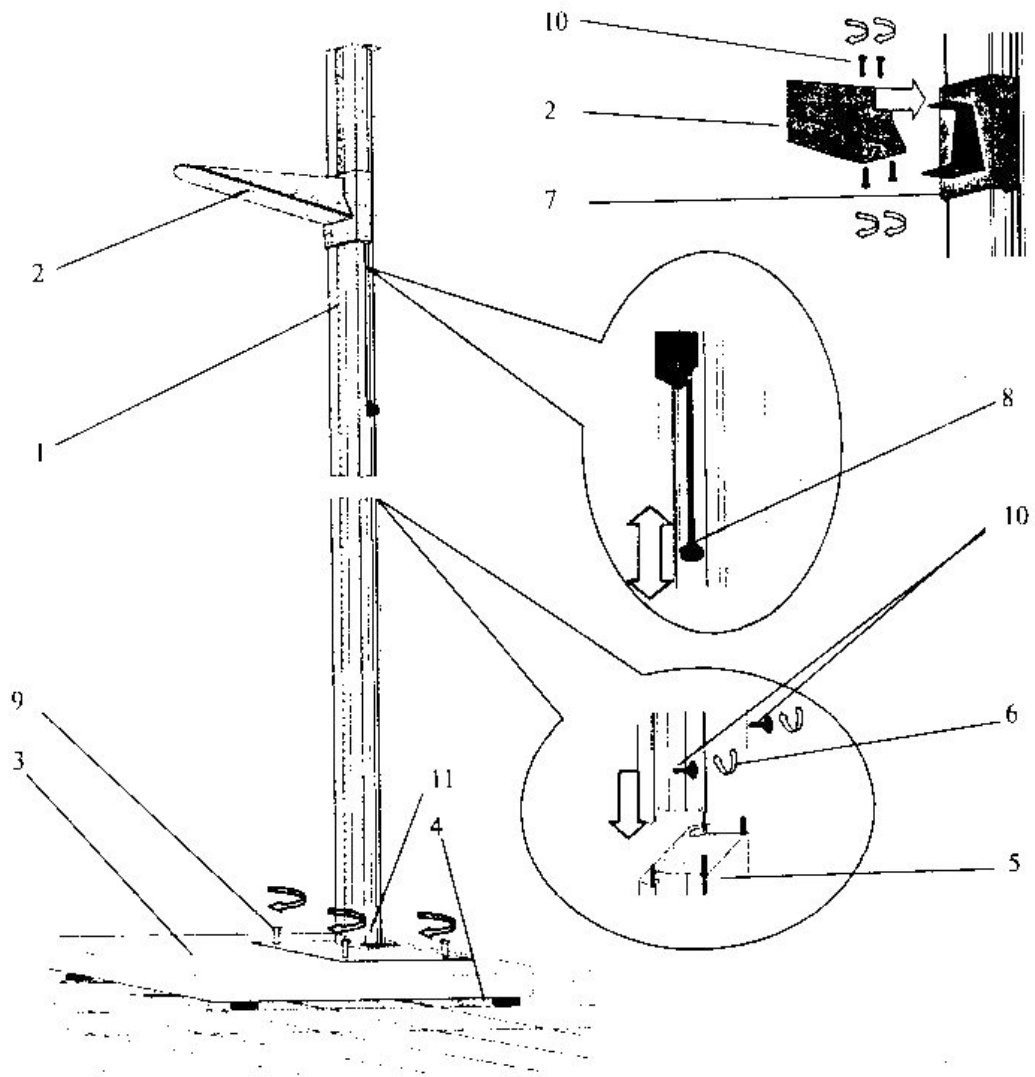

Рис. 2
2.2.2 Выберите место предполагаемого размещения ростомера. Установите платформу 3 на прочную, ровную поверхность, не подвергаемую вибрации, добейтесь устойчивого положения с помощью регулируемых опор 4 (см. рис.2).
Возьмитесь рукой за рычаг фиксации 8 мерной планки 2 (см. рис.2). Переместите ее выше роста измеряемого пациента.